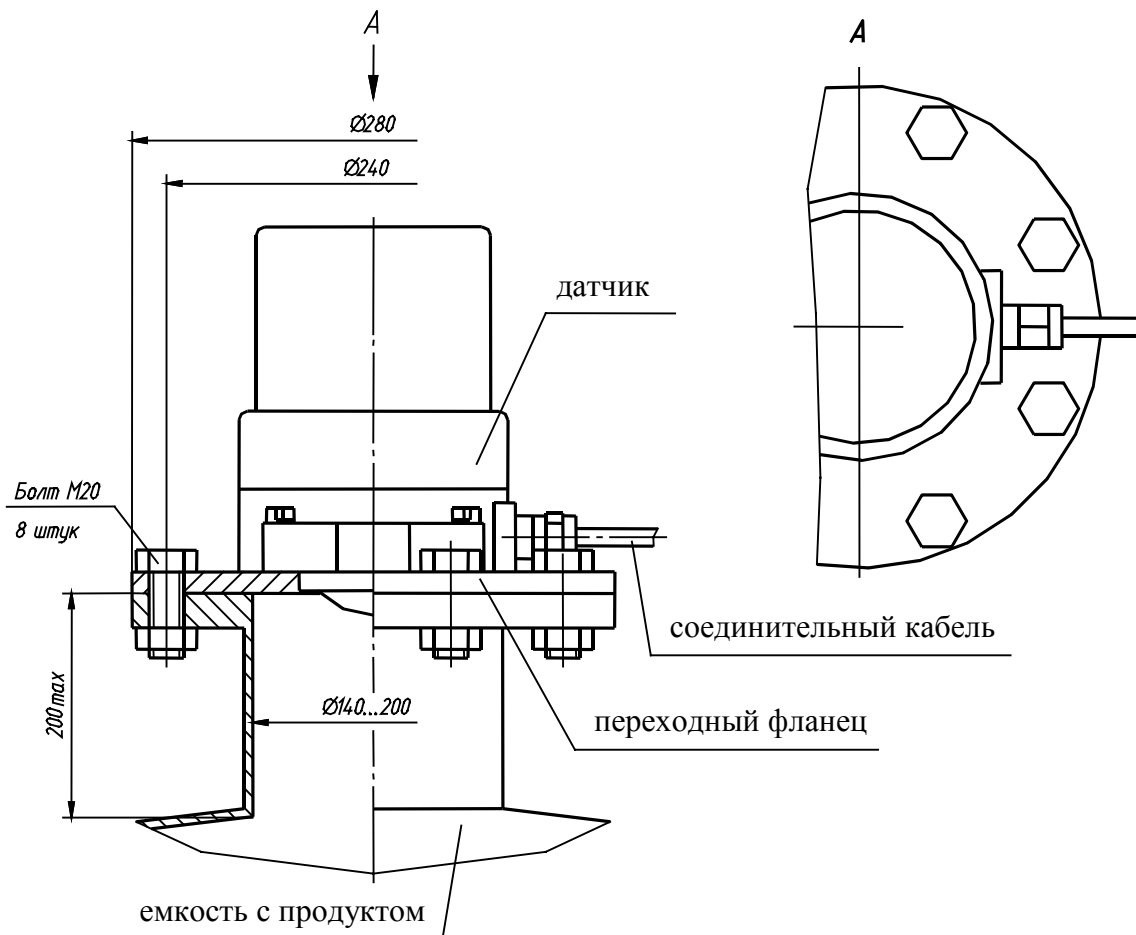

Рис. 8.7 Схема монтажа датчика на резервуаре.
8.8. Схема монтажа датчика на резервуаре приведена на рис.8.7.